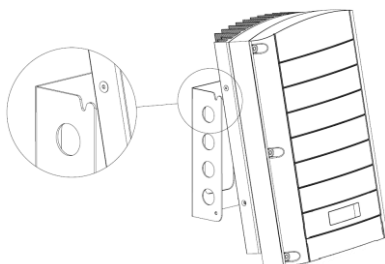
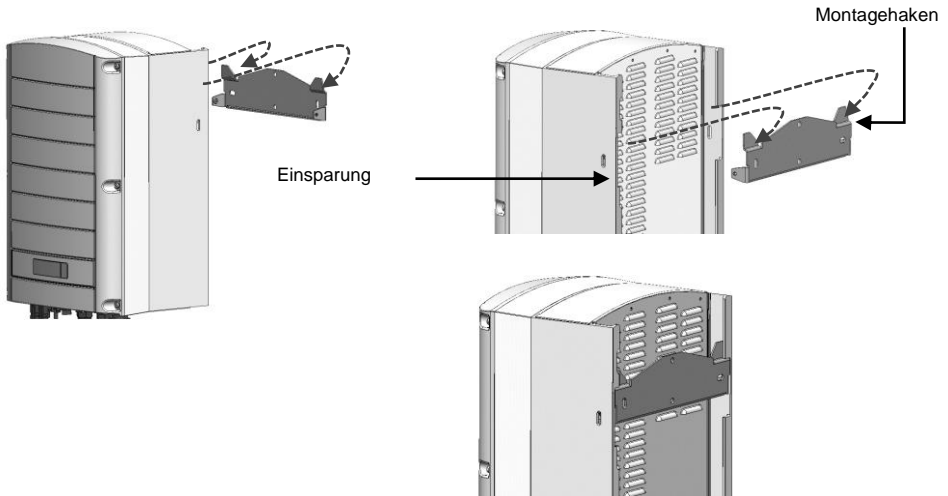

Abbildung 7: Einhängen des Wechselrichters in der Halterung – Typ 1
Abbildung 8: Wechselrichter in die Halterung hängen - Typ 2
- 3** Hängen Sie den Wechselrichter in die Halterung (Abbildung 7 und Abbildung 8): Halten Sie den Wechselrichter an den Seiten oder oben und unten fest, heben Sie ihn an, um die Einheit in die Halterung zu heben.